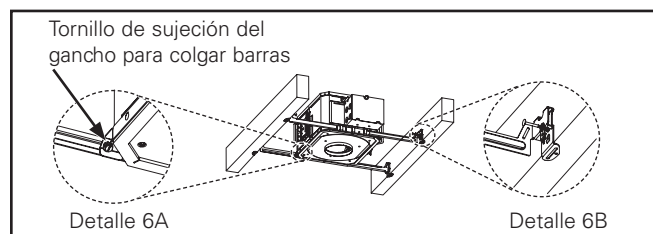

Figura 6.
1. Extienda los ganchos para colgar barras para que quepan entre las vigas y coloque la lengüeta de ubicación de la pestaña de montaje en la parte inferior de la viga o del miembro del marco. Los ganchos para colgar barras deben estar a nivel con la parte inferior de la viga o del miembro del marco. (Figura 6.)